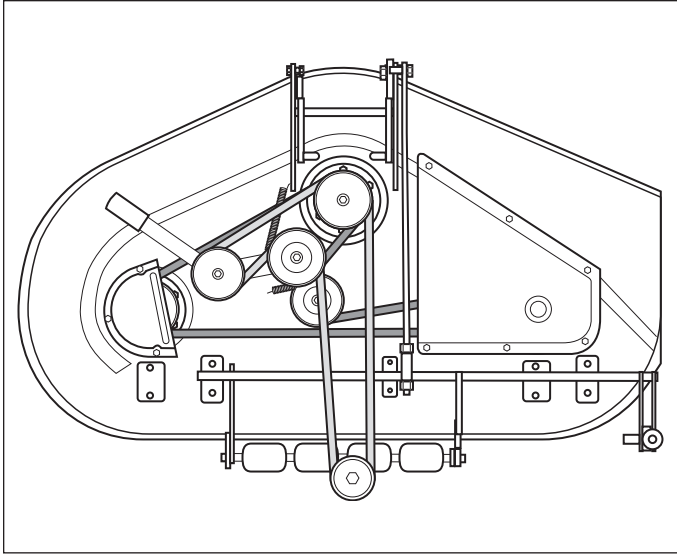

Figure 35. Tondeuse - Modèles de 112 et 127 cm
3. Retirer les boulons de fixation du carter d'arbre de droite (B, figure 35). Retirer les trois boulons de fixation du carter d'arbre de gauche (D).
4. A l'aide d'une pince-étou ou d'un extracteur, dégager le ressort du galet tendeur (C, figure 35) de la fente de la tondeuse.
5. Desserrer le boulon (A, figure 35) de fixation du galet tendeur sur le support. La courroie peut maintenant être passée entre le galet et le moyeu du tendeur.
7. Resserrer le boulon (A, figure 35).
8. Remettre le ressort (C, figure 35) en place dans la fente de la tondeuse.
9. Remonter les carters d'arbre droit et gauche (B et D, figure 35).